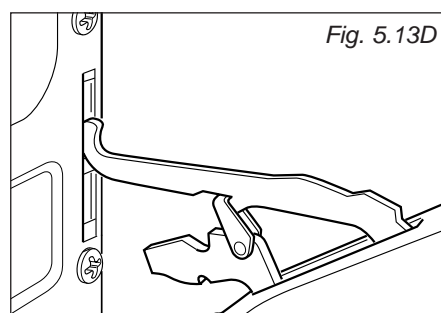

Fig. 5.13D
- Retire los pernos de la bisagra superior de su alojamiento (fig. 5.13D).